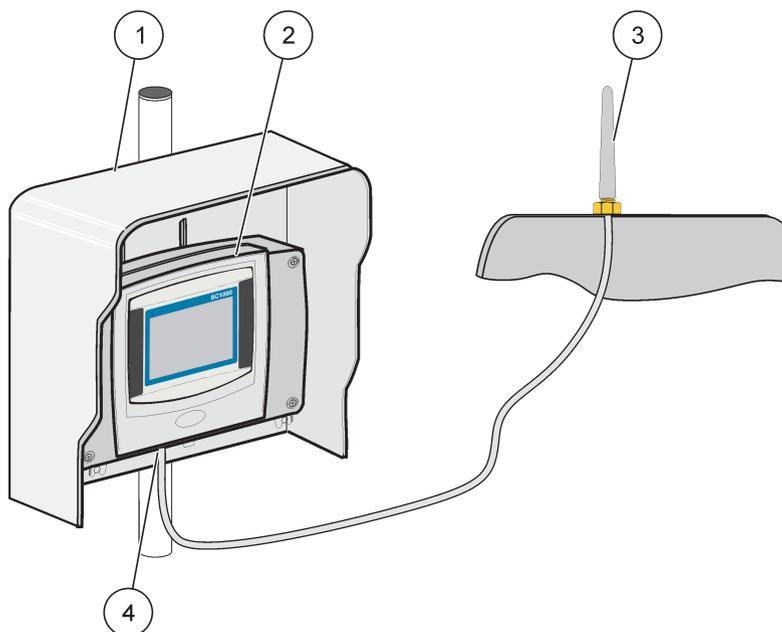

Figura 35 Conecte a antena GSM externa
4. Acople o cabo da antena na conexão da antena GSM no módulo de exibição (Figura 7). Use o adaptador fornecido para conectar o conector da antena na conexão da antena GSM (Figura 35).